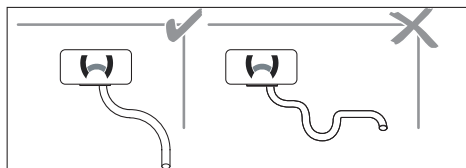

Fig. 18: Evitare i sifoni (pericolo di accumulo di condensa)
- ▶ Montare le tubazioni del gas di scarico sempre in posizione discendente dal riscaldatore, in modo tale che la condensa possa defluire. V. Fig. 18.